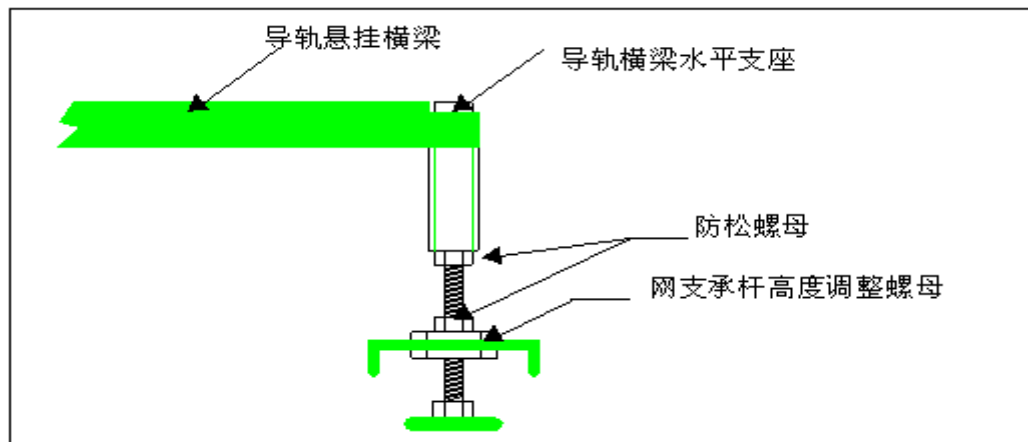

图 7-4
- 1) 如果不水平，旋动传动系统两端与机架连接的螺钉（如图 7-4 所示）。调整整个传动机构的高度，直至网带主、从动支承轮、拨轮（齿底面）的高度与网带支承杆高度平齐。
- 7) 如果检查出水平不正确，应旋动图 7-4 中的螺母调整网带支承杆下面横梁的高度（调整时从炉膛中间分别向进出口两端调整），直至间隙消除。